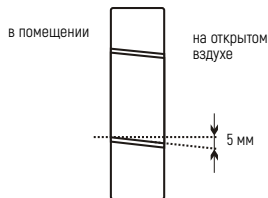

Рис. 20
2. Снимите крышку, как показано на рисунке (Рис. 20) (отвинтив винт или сломав крючки).